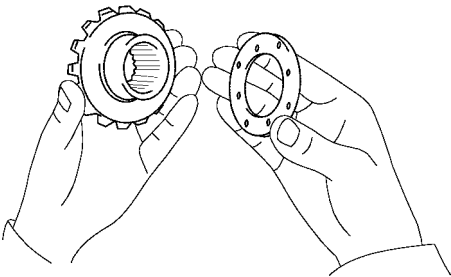

图 14-150 装上适当的止推垫圈和侧齿轮
1) 装上适当的止推垫圈和侧齿轮，如图 14-150 所示。